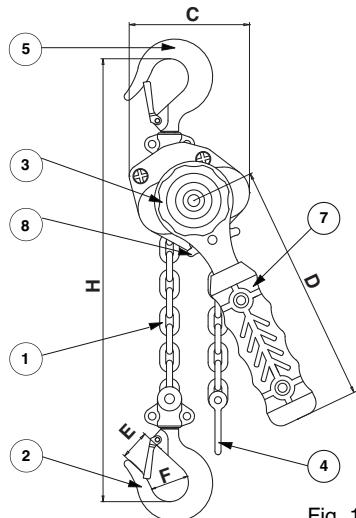
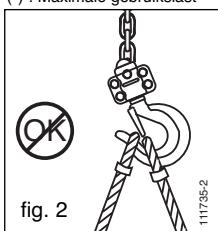

Fig. 1
fig. 2
De Bravo™ AC-takel is geleverd, uitgerust met een hijsketting (tek. 1, fig. 1) met een standaardhoogte van 1.50 m. De hijskabel bestaat uit één enkele koord met een hijshaak op het uiteinde (tek. 2, fig. 1). De hijsketting van het model 6 t bestaat uit 2 draden en een gemoffelde hijshaak (tek. 3, fig. 1).
Het vrije uiteinde van de ketting is uitgerust met een lage eindaanslag (tek. 4, fig. 1).
1. Controleer of de Bravo™ AC-takel correct op de ophanghaak opgehangen is (tek. 5, fig. 1) en of de veiligheidspal van de haak (tek. 6, fig. 1) goed gesloten is (zie fig. 2 en 3).
1. dat het verankeraccessoire van de last de haak volledig draagt en de sluiting van de veiligheidspal niet hindert (zie fig. 2 en 3).
De Bravo™ AC-takel wordt bediend met een hefboom (tek. 7, fig. 1), ingeschakeld door de operator door een heen-en-weer beweging om de last te hijsen, te doen dalen, te trekken of op te spannen.
3. Draai het lastwiel (tek. 3, fig. 1), zonder dat er een last aan de takel hangt, tegen de wijzers van de klok in om de rem te openen; de ketting is nu ontkoppeld.